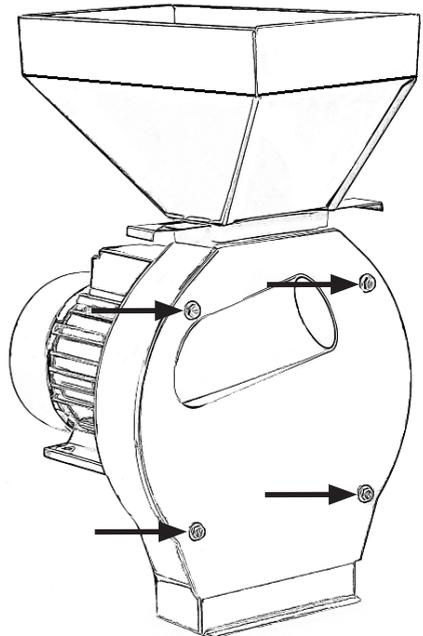

Abb. 9
1. **Entfernen des vormontierten Siebs:** Lösen Sie die vier Flügelmuttern an den langen Schrauben (siehe Abb. 9 und 10).